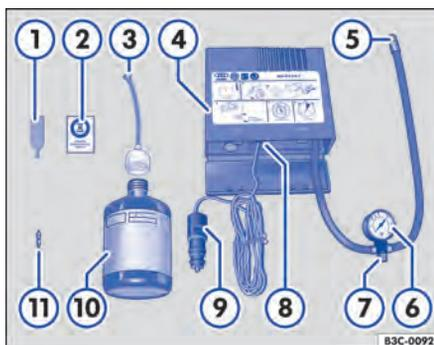

Fig. 246 Representação esquemática: componentes do kit de reparo dos pneus.
O kit de reparo dos pneus encontra-se no compartimento de bagagem sob o revestimento do assoalho. Ele é composto pelos seguintes componentes ⇒ Fig. 246:
12. Colar a etiqueta adesiva ⇒ Fig. 246 ② do kit de reparo dos pneus no campo de visão do condutor no painel de instrumentos.
- Com a chave para remoção do elemento da válvula ⇒ Fig. 246 ①, desrosquear o elemento da válvula da válvula do pneu e colocá-lo sobre uma superfície limpa.
- Agitar a garrafa para enchimento dos pneus ⇒ Fig. 246 ⑩ algumas vezes com força.
- Rosquear a mangueira de enchimento ⇒ Fig. 246 ③ com firmeza no sentido horário sobre a garrafa para enchimento dos pneus. A película na tampa é perfurada automaticamente.
- Remover a vedação da tampa da mangueira de enchimento ⇒ Fig. 246 ③ e introduzir a extremidade aberta totalmente na válvula do pneu.
- Rosquear novamente o elemento da válvula com a chave para remoção do elemento da válvula ⇒ Fig. 246 ① na válvula do pneu.
- Rosquear a mangueira de enchimento dos pneus ⇒ Fig. 246 ⑤ do compressor de ar com firmeza na válvula do pneu.
- Verificar se o parafuso de sangria de ar ⇒ Fig. 246 ⑦ está fechado.
- Encaixar o conector do cabo ⇒ Fig. 246 ⑨ em uma tomada 12 V do veículo ⇒ Página 213.
- Ligar o compressor de ar com o interruptor LIGA-DESLIGA ⇒ Fig. 246 ⑧.
- Tempo de funcionamento máximo de 8 minutos** ⇒ ①.
Reconectar a mangueira de enchimento dos pneus ⇒ Fig. 246  e ler a pressão dos pneus no manômetro de pressão dos pneus .